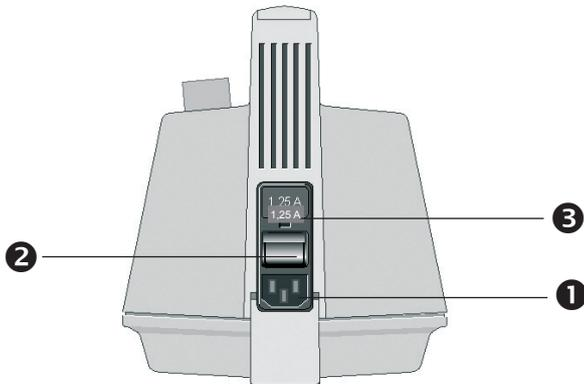

Bild 2. Rückseite Atmolit 26
- Stecken Sie das Netzkabel in die Netzanschlussbuchse (①, Bild 2) und verbinden Sie den Netzstecker mit der hausseitigen Netzanschlussdose.
- Mit dem Netzschalter (②, Bild 2) können Sie das Gerät in Betrieb nehmen.
Sicherungswechsel (Bild 2)
- 2.) Ist der Bakterienfilterdeckel (Bild 2) feucht oder verschmutzt wurde das Gerät übersaugt und ist kontaminiert.